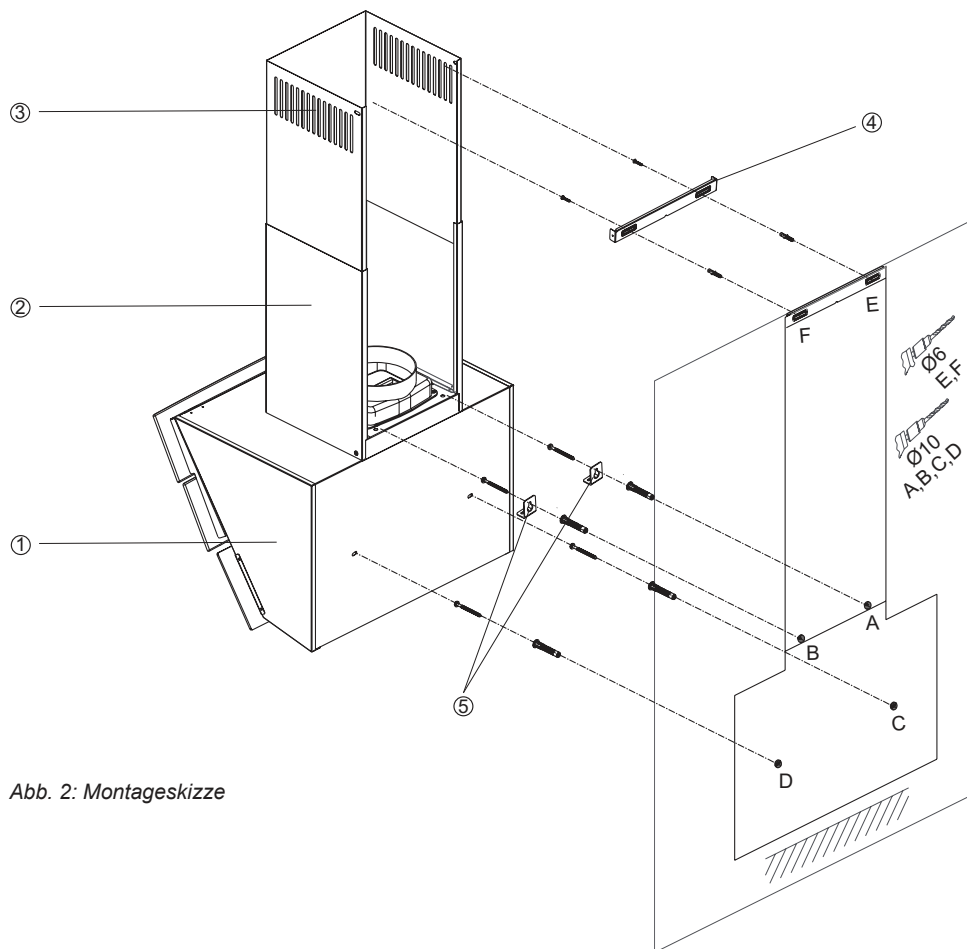

Abb. 2: Montageskizze
Der Elektroanschluss erfolgt an eine Steckdose, die meistens hinter dem Grund- oder Teleskopschacht (⇒ Abb. 2) positioniert wird.
- Löcher der Befestigungspunkte A, B C und D bohren, Dübel einsetzen und die Schrauben an den Punkten A+B zu $\frac{3}{4}$ eindrehen (\Leftrightarrow Abb. 2) Die Montagewinkel oben hinten am Haubenkörper mit den 2 Schrauben M5 befestigen (\Leftrightarrow Abb. 2).
Grund- und Teleskopschacht (⇔ Abb. 2 S.14) werden nun montiert.